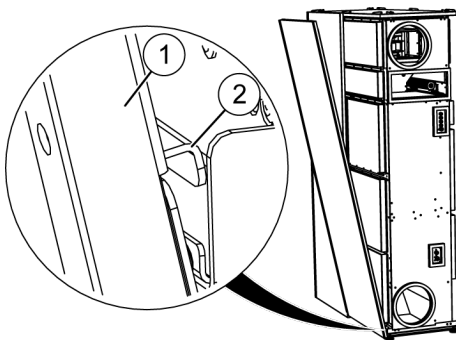

Abb. 38: Verkleidung einhängen
- 27.** Zu zweit die hintere linke Verkleidung montieren. Dazu die Verkleidung (Abb. 38/1) mit der Schiene (Abb. 38/2) unten einhängen.